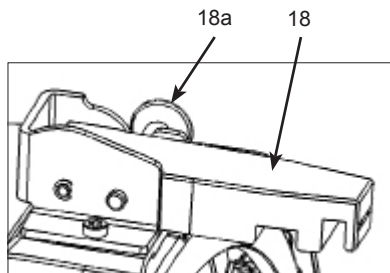

Abb. 5 / fig. 5 Torsicherung / Top Latch
- Torsicherung (18) durch Ziehen des seitlich angebrachten Knopfes (18a, Abb. 5) öffnen.
- Open the top latch (18) by pulling the button at the side (18a, fig. 5).